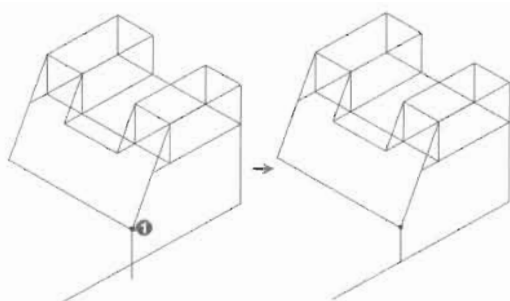

图 11-35
(3) 使用“直线”命令绘制一条以图 11-35 所示的点 1 为基点的垂直辅助线, 将多余部分剪掉即可。